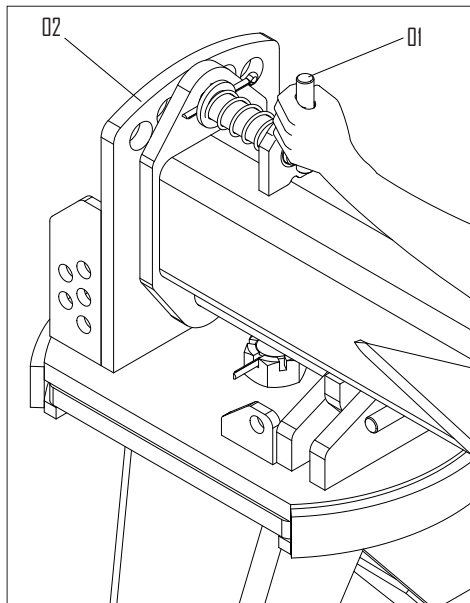

FIGURA 12
- Para ajuste da inclinação vertical, puxe o pino (1), figura 12, e gire o reversor (2) até a regulagem desejada.